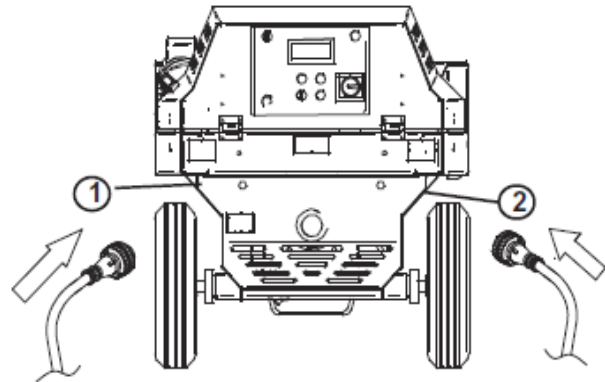

FIG.6
Funzionamento: dopo aver piazzato e collegato la macchina e prima di versare il materiale in tramoggia, posizionare l'interruttore nella posizione 1 (fig 6,7,rif1), il vibratore si avvia. Versare il materiale, al termine dell'operazione riportare l'interruttore nella posizione OFF, rimuovere i residui rimasti nel setaccio.
10.1 ALLACCIAMENTO ELETTRICO (vedi fig.6)
Collegare l'alimentazione alla spina dell'intonacatrice (fig. 6, rif1). La spina di alimentazione 2P+T monofase 3P+T trifase e la presa per il comando a distanza 3P+T GIALLA devono essere di tipo volante IP67.
Nel caso sia presente la mescolatrice opzionale collegarla alla presa dell'intonacatrice (fig6, rif.2).